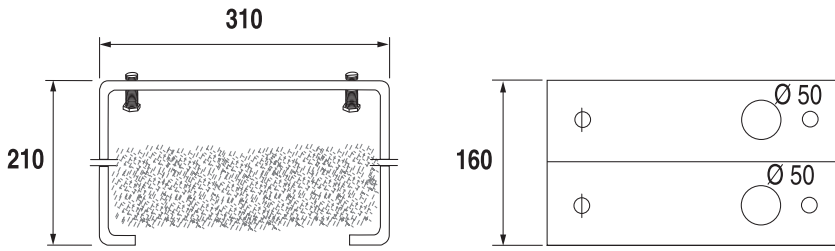

Fig. 2A / Abb. 2A
1. Eseguire uno scavo di fondazione, tenendo conto delle misure della contropietra di fondazione (Fig. 2a).
1. Creuser une tranchée de fondation en tenant compte des dimensions de la plaque de fondation (Fig. 2a).
1. Realizar el orificio de fundación teniendo en cuenta las medidas de la contrachapa de fundación (Fig. 2a).